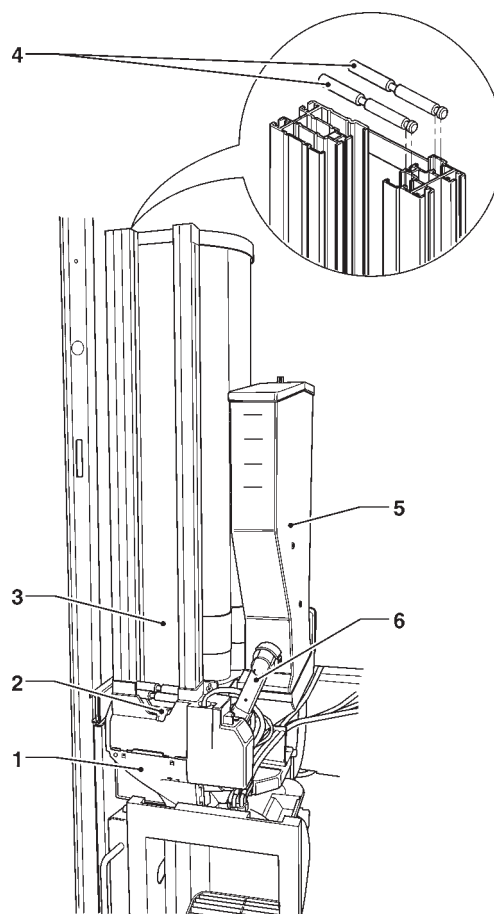

Fig. 9
- togliere, sfilandoli dall'alto, i pesi per palette esterno e interno (vedi fig. 9);